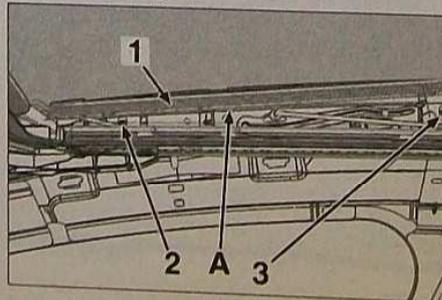

FIG. 58
Décliper le soufflet de protection (1) sur toute sa longueur en A (Fig.58).